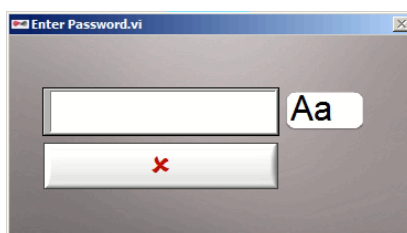

Abbildung 18: Fenster „Admin User Password“ (Kennwort für den Administratorbenutzer)
2. Geben Sie das Kennwort in das Fenster **Admin User Password** (Kennwort für Administratorbenutzer) (Abbildung 18) ein, um den Bildschirm **General Administrator Settings** (Allgemeine Administratoreinstellungen) (Abbildung 19) aufzurufen. Diese Option ist nicht standardmäßig verfügbar und unterliegt der Entscheidung des Kunden zum Zeitpunkt der Installation. Die Konfiguration kann nur von einem Field Applications Scientist (Applikationsspezialist) oder Service-Techniker konfiguriert werden, und eine solche Anfrage durch den Kunden sollte unter sorgfältiger Abwägung aller Auswirkungen auf die Einhaltung von 21 CFR Part 11 erfolgen.